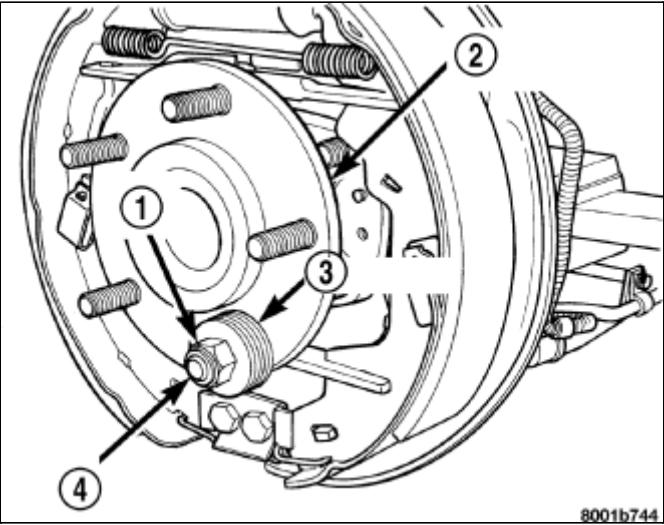

图 1 在轮毂和轴承中安装车轮双头螺栓
1. 将更换的车轮螺柱安装进轮毂和轴承的法兰。 在车轮螺柱上安装垫圈，然后将一个车轮四方螺母安装到螺柱上，使四方螺母的平面侧朝向垫圈(图 1)。